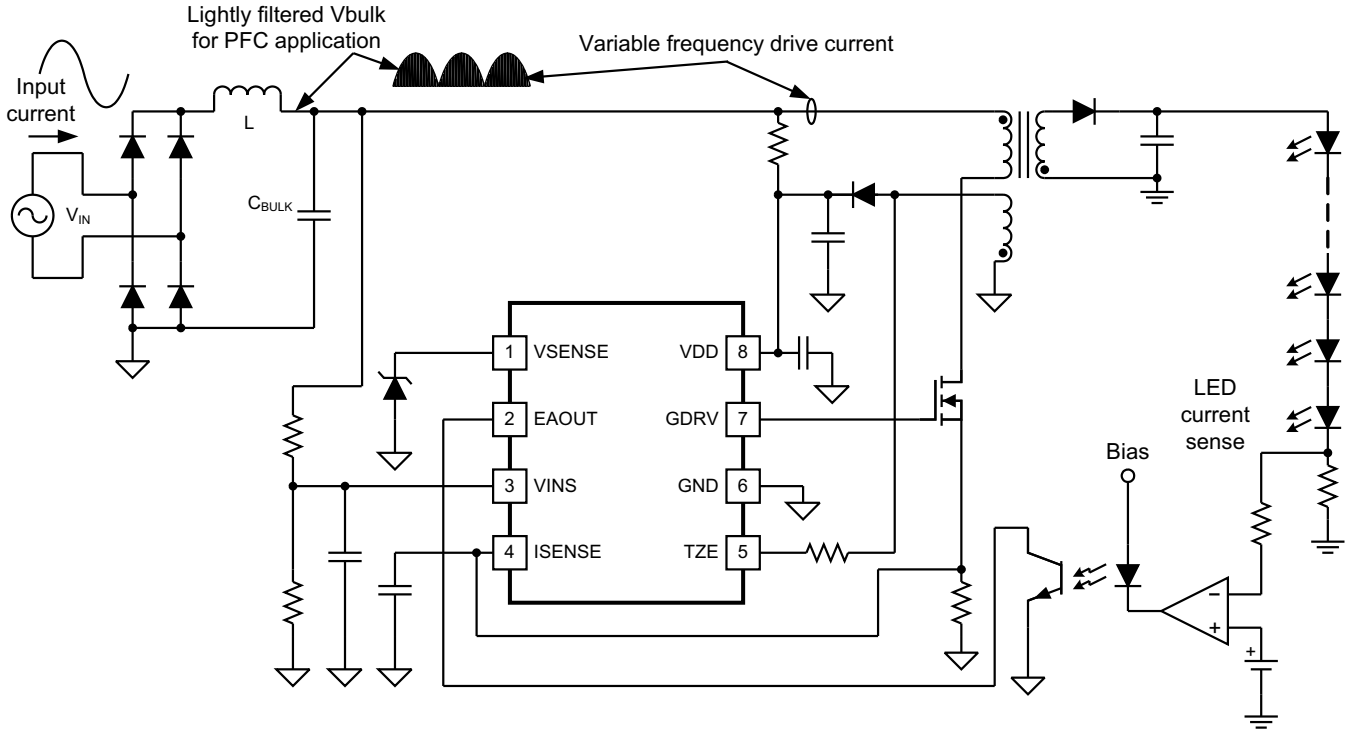

图2：采用UCC28810的单级PFC输入电流跟踪输入电压示意图
如图2所示，AC电压VIN通过输入整流桥进行整流，产生一个作为单级反激式PFC输入电压的半正弦波电压。图2中示出的一个小电容 (CBULK) 和一个差分电感 (L) 连接至整流桥的输出端。CBULK与L构成了差分低通滤波器。该滤波器能够对高频开关纹波电流进行滤波，并改善输入功率因数。此电容电压跟随AC输入电压。然而，半正弦波电压 (VBULK) 的过零畸变是由CBULK产生的，太大的容值会导致输入功率因数在高压输入时降低。为避免发生这种状况，CBULK的电容值必须很小。我们需要根据输入功率因数和过零畸变等因素来确定CBULK。作为一款具有高功率因数的LED照明驱动器控制器，UCC28810可通过改变频率，并利用输入电压检测和变压器零能量检测进行控制。使初级侧的电流工作于临界导通模式以获得高功率因数。